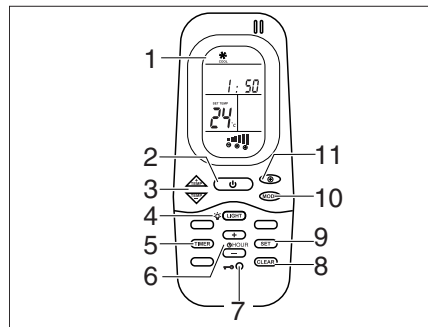
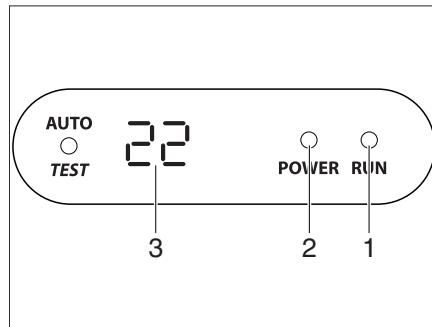

Bild 122 Fjärrstyrning
Bild 123 Display på diffusorn
Klimatanläggningen är monterad på fordonets tak. Fjärrstyrningen (Bild 122) för klimatanläggningen finns i köket.
Klimatanläggningen är driftklar. Lysdioden (Bild 123,2) på diffusorns display lyser röd.
- Tryck på På-/Avslagningsknappen (Bild 122,2) på fjärrstyrningen för att starta. Lysdioden (Bild 123,1) lyser grön när klimatanläggningen arbetar med kylning. Lysdioden (Bild 123,1) lyser röd när klimatanläggningen arbetar med uppvärmning.
- Ställ in önskat driftläge med knappen MODE (Bild 122,10).
- Ställ vid behov in önskat fläktsteg med knappen (Bild 122,11) och rumstemperaturen med knapparna (Bild 122,3).
- Tryck på På-/Avslagningsknappen (Bild 122,2) på fjärrstyrningen för avslagning.
- Starta med På-/Avslagningsknappen (Bild 122,2) på fjärrstyrningen för att programmera klimatanläggningen.
- Tryck på knappen TIMER (Bild 122,5). ON-indikeringen för starttiden aktiveras.
- Ställ klockan med knapparna TEMP (+/-) (Bild 122,3).
- Tryck på knappen TIMER (Bild 122,5) igen. OFF-indikeringen för starttiden aktiveras.
- Tryck på knappen TIMER (Bild 122,5) igen.
- Tryck på knappen SET (Bild 122,9) i slutet av inställningen.
- Tryck på knappen CLEAR (Bild 122,8) för att radera timer-programmeringen.